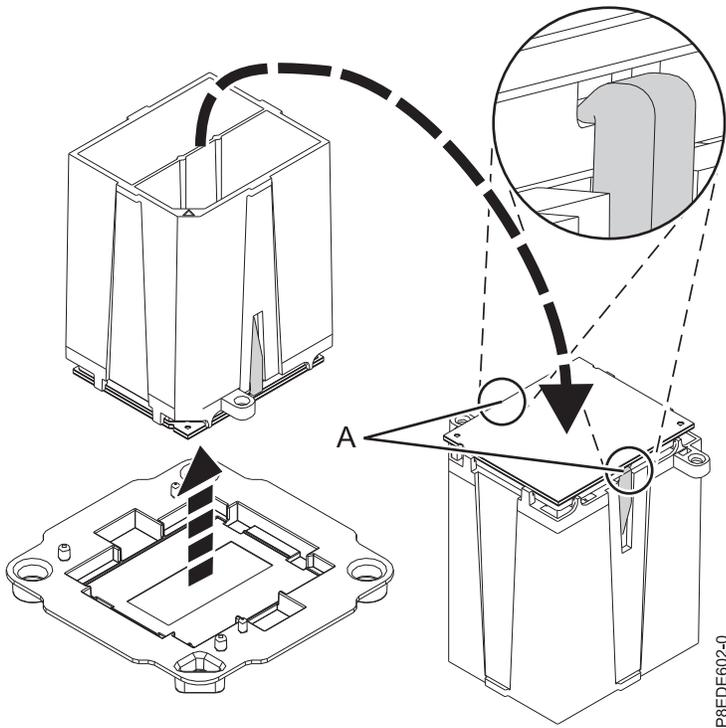

Abbildung 14. Sicherstellen, dass das Systemprozessormodul sicher im Werkzeug sitzt
5. Halten Sie das Werkzeug oder Systemprozessormodul an den Seiten fest und heben Sie das Systemprozessormodul vorsichtig aus dem Träger. Drehen Sie das Werkzeug und das Systemprozessormodul dann so, dass das Systemprozessormodul nach oben zeigt. Stellen Sie sicher, dass beide Backen des Werkzeugs **(A)** das Systemprozessormodul zuverlässig sichern, siehe Abb. 14 auf Seite 16.